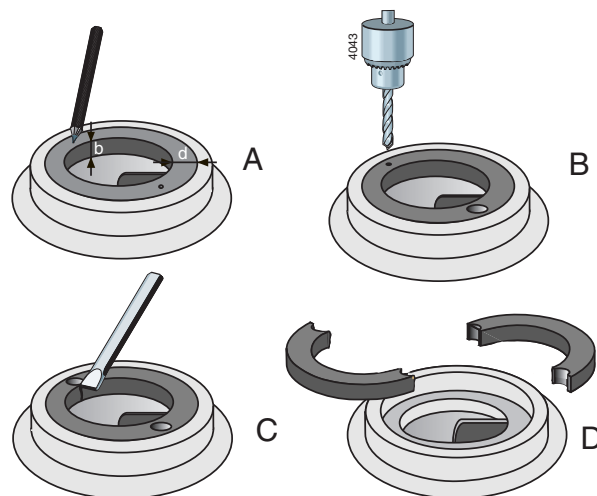

Abbildung 4: Entfernen des Spaltrings.
- 1 Die Dicke (d) und Breite (b) des Ringes messen, siehe Abbildung 4 A.
- 2 An zwei einander gegenüberliegenden Stellen mitten in den Rand des Ringes ein kleines Zentrierloch schlagen, siehe Abbildung 4 B.
- 3 Mit einem Bohrer mit einem etwas kleineren Durchmesser als die Dicke (d) des Ringes zwei Löcher in den Ring bohren, siehe Abbildung 4 C. Nicht tiefer ausbohren als die Breite (b) des Ringes. Achten Sie darauf, dass der Passrand des Pumpengehäuses nicht beschädigt wird.
- 4 Danach mit einem Meißel die restliche Ringdicke durchschlagen. Der Ring kann jetzt in zwei Teilen aus dem Pumpengehäuse herausgenommen werden, siehe Abbildung 4 D.